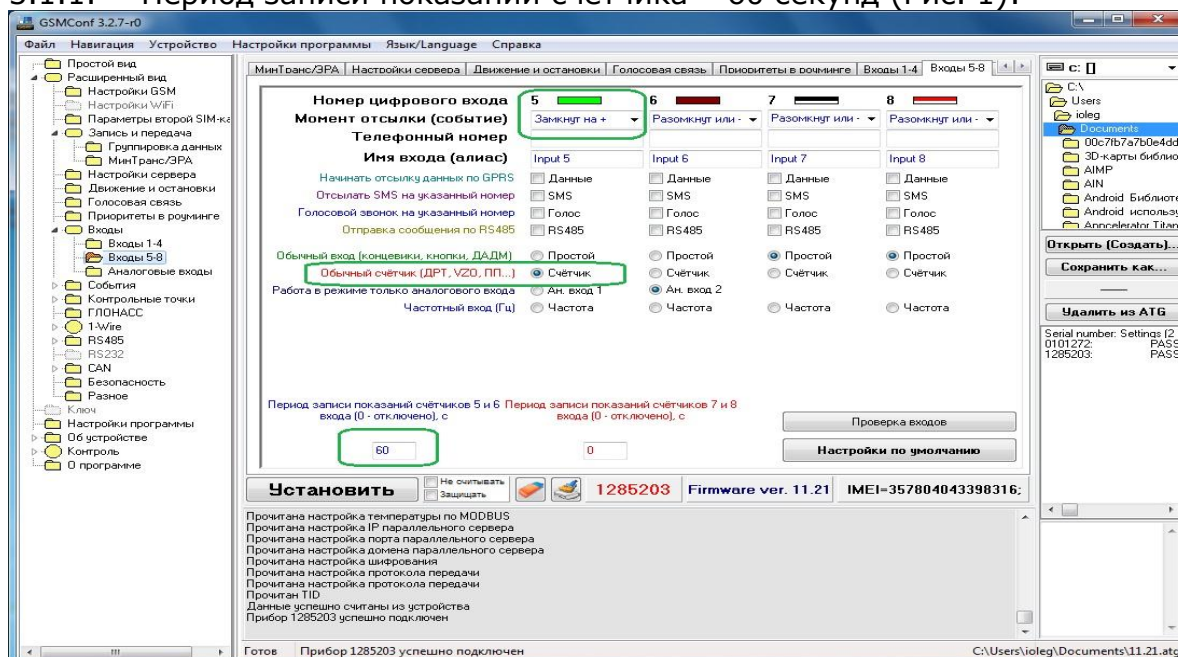

Рисунок 1
3.1.1. Период записи показаний счётчика – 60 секунд (Рис. 1):